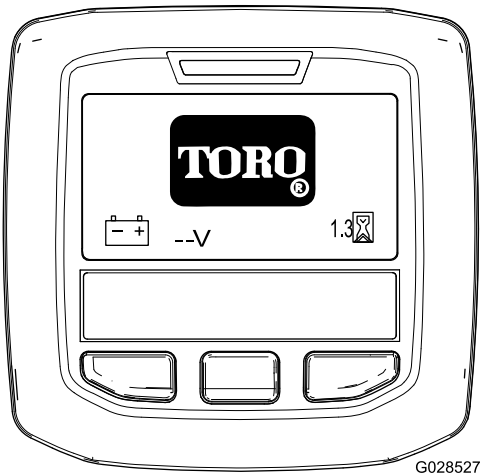

Figura 58
**Notă:** InfoCenter luminează i afiează ecranul de iniializare (Figura 58).